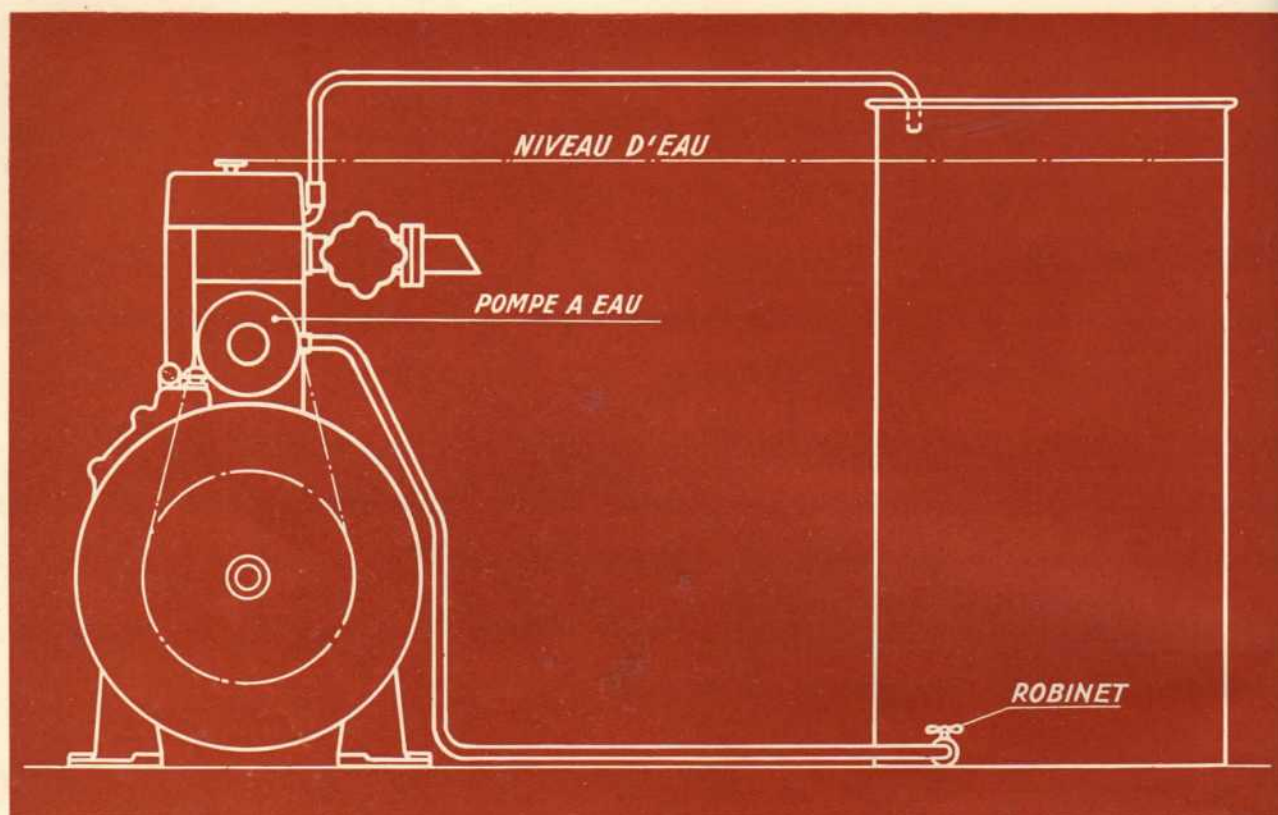

Figure 17
**REFROIDISSEMENT PAR BACHE A EAU** - La circulation s'effectue par une pompe centrifuge. La bache à eau doit être installée de façon que le niveau d'eau soit au dessus des cylindres (fig. 17).